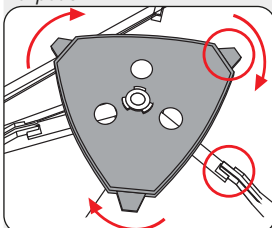

Fig. 6: Montar la bandeja para accesorios
3. Coloque la bandeja para accesorios (14) sobre el punto de alojamiento central (9) (Fig. 6). Gire la bandeja para accesorios en sentido horario hasta que sus pestañas de sujeción (11 a) encajen bajo las ranuras de fijación (10) de los travesaños (4 a).
4. Presione el soporte del portapilas (12) con las mordazas de sujeción (12 a) sobre una de las partes superiores de las patas del trípode (3) (sin ilustración).